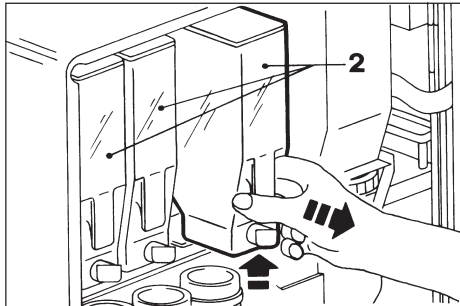

Fig. 23
- Estrarre i contenitori (2) dalle loro sedi sollevandoli leggermente per agevolare l'estrazione (Fig. 23).